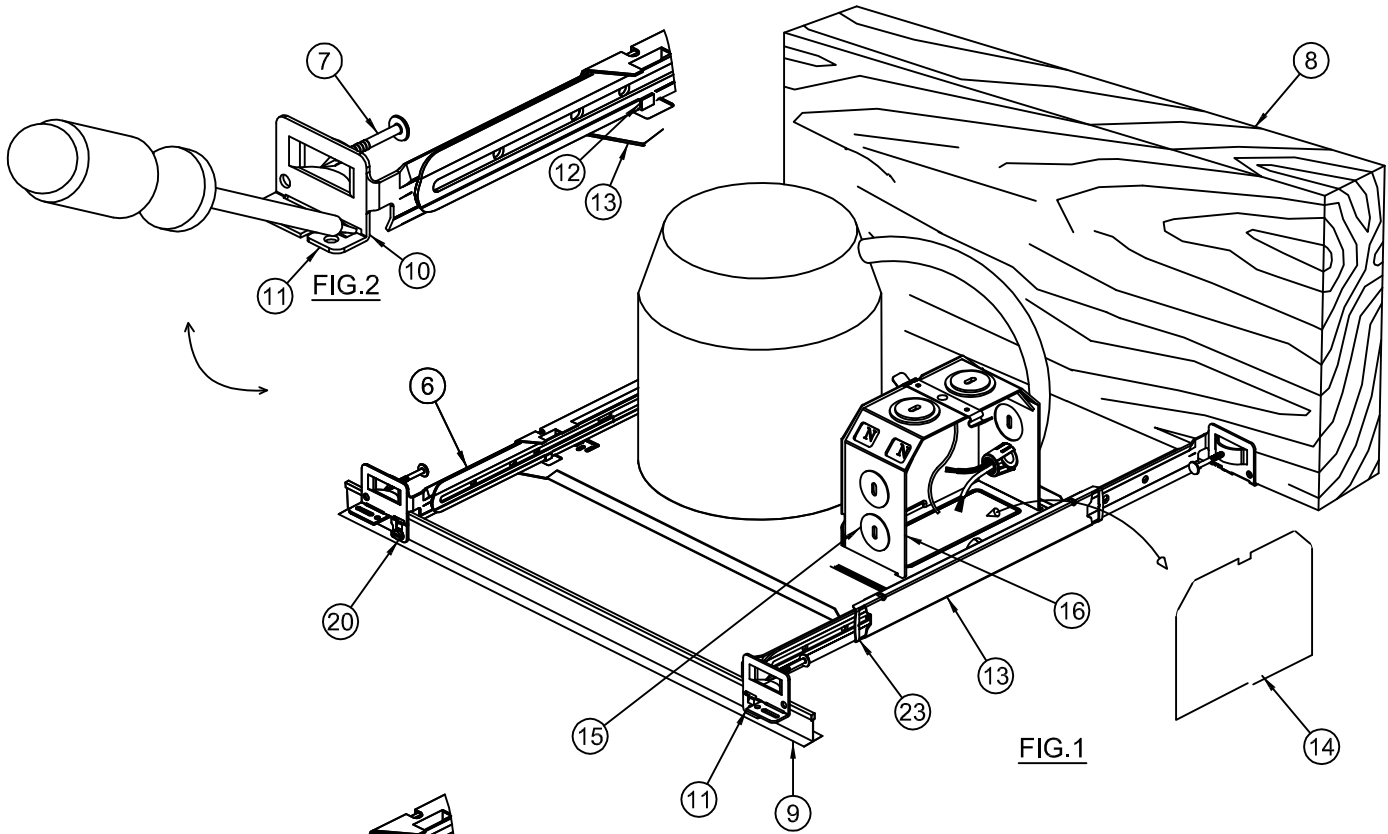

FIG. 1
1. For Wooden Joists: Use the Centering Notches (4) located on the Plaster Frame to position the Fixture. Extend the Bar Hangers (6), use joist alignment tabs to locate fixture and hammer the 4 Nails (7) into Joists (8) (Fig. 1). Drive additional nails through holes in Bar Hanger for alternate support if required.
1. Para viguetas de madera: Utilice las muescas (4) ubicadas en el armazón de yeso para centrar la luminaria. Extienda las barras de suspensión (6), utilice las lengüetas de alineamiento de las viguetas para ubicar la luminaria y clave 4 clavos (7) en las viguetas (8). (Fig. 1) Si es necesario clave otros clavos en los agujeros de las barras de suspensión para proporcionar más soporte. Las barras de suspensión pueden ser acortadas según la muesca indicada si existen condiciones estrechas de montaje y las lengüetas de alineamiento pueden ser retiradas con alicates si es necesario un ajuste vertical.
1. Pour solives en bois : utiliser les entailles de centrage (4) situées sur le cadre en plâtre pour placer le dispositif d'éclairage. Faites prolonger les barres de suspension (6), utiliser les languettes d'alignement pour situer le dispositif et enfoncez 4 clous (7) dans les solives (8) (Fig. 1). Enfoncez des clous supplémentaires comme nécessaire à travers les trous dans les barres de suspension pour plus de support. Les barres peuvent être raccourcies selon l'entaille sur les barres pour s'ajuster aux conditions étroites de montage et les languettes d'alignement peuvent être également retirées à l'aide des pinces pour ajustement verticalement.